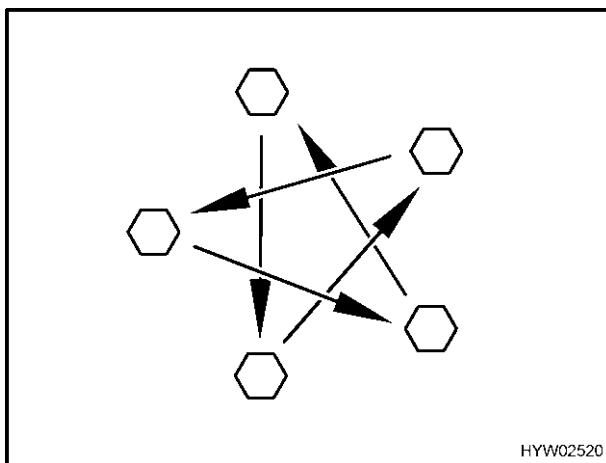

Fig. 112 Serrare a croce i bulloni delle ruote
- Controllare regolarmente il serraggio dei bulloni. Regolare a croce (Fig. 112) il serraggio dei bulloni di una ruota sostituita dopo circa 50 km. Per il valore della coppia di serraggio consultare il paragrafo Coppia di serraggio.
- Serrare a croce i bulloni delle ruote (Fig. 112). Per il valore della coppia di serraggio consultare il paragrafo Coppia di serraggio.